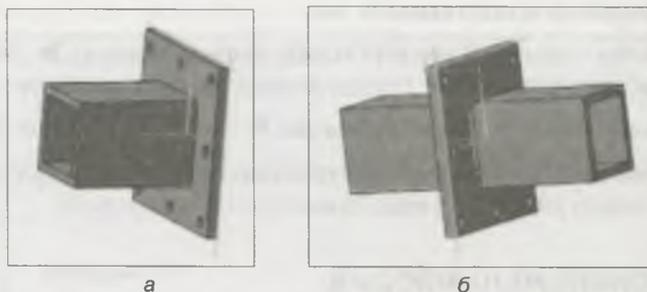

Рис. 26.1. Модель Труба с фланцем (а); вариант построения зеркального массива (б)
Создадим зеркальный массив на модели **Труба с фланцем** (рис. 26.1, а). Откройте ее в окне системы и далее выполните следующие действия:
- ◆ нажмите кнопку **Создать объект** — система создаст зеркальный массив Трубы с фланцем (рис. 26.1, б). В **Дереве** модели появился новый элемент **Зеркальный массив:1** с соответствующими пиктограммами . Вторая пиктограмма обозначает, что тело состоит из частей.